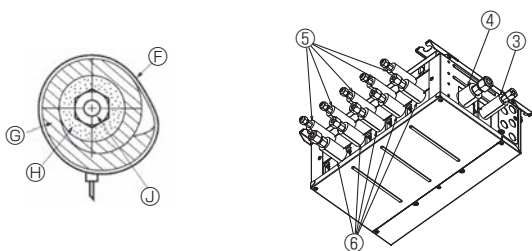
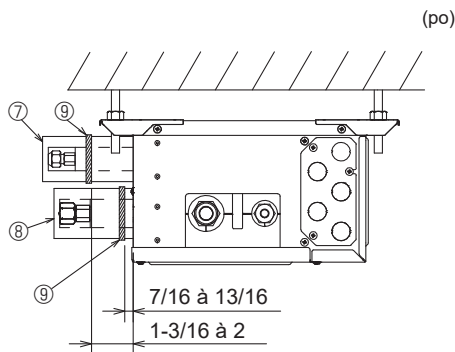

Fig. 7-3
Fig. 7-4
- Isolez les tuyaux de liquide et de gaz du boîtier de dérivation en appliquant de la mousse polyéthylène résistante à la chaleur tout autour. (Fig. 7-3) Sinon, il pourrait en résulter des blessures lors du raccordement des tuyaux ou des fuites d'eau en raison de la condensation sur ces derniers. Tout raccordement incorrect engendre un dysfonctionnement.
- (5) Appuyez les cache-tuyaux ③ et ⑤ sur les tuyaux de liquide contre l'appareil et enroulez-les pour les maintenir en place. (Fig. 7-3)
- (6) Appuyez les cache-tuyaux ④ et ⑥ sur les tuyaux de gaz contre l'appareil et enroulez-les pour les maintenir en place. (Fig. 7-3)
- (7) Fixez les sangles fournies ⑨ à 7/16-13/16 po (10 à 20 mm) de chaque extrémité des cache-tuyaux (③④⑤⑥).
- (8) Si l'appareil intérieur n'est pas raccordé, raccordez les cache-tuyaux (avec les bouchons, ⑦ et ⑧) sur les branchements des tuyaux de réfrigérant du boîtier de dérivation contre l'appareil afin d'éviter un écoulement de condensation des tuyaux. (Fig. 7-4)
- (9) Fixez les cache-tuyaux (⑦⑧) à l'aide des sangles fournies ⑨.
## 7.2. Gestion des orifices de raccordements qui ne sont pas raccordés à l'appareil extérieur (Fig. 7-4)